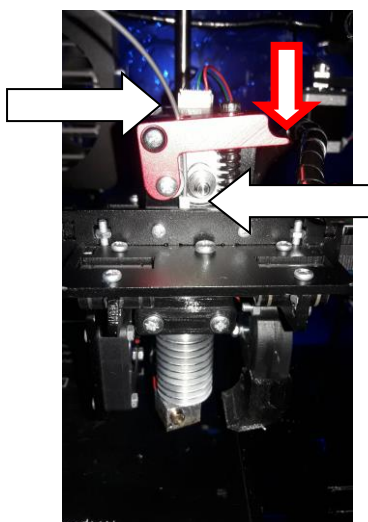

Рисунок 2.22 - Пластиковая нить в механизме подачи
3. Вставьте пластиковую нить в механизм подачи так, чтобы она вошла в трубку механизма, проходя между роликом и зубчатым шкивом механизма. Для протягивания нити нужно нажать на красный рычаг механизма. (рисунок 2.22)